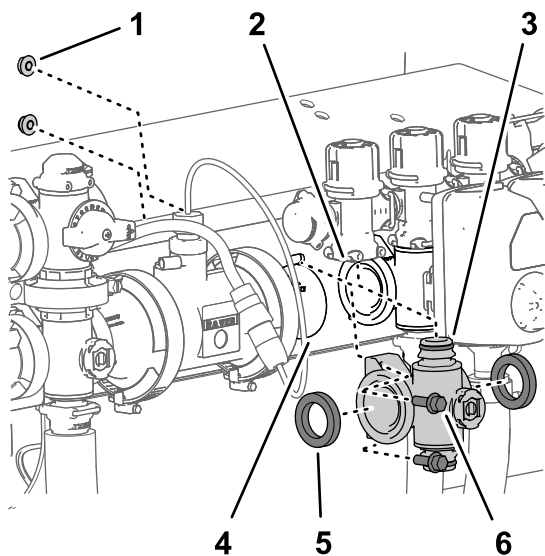

図 110
4. 左右のboom マニホールドのそれぞれをバルブサポートに固定しているフランジヘッドボルト $\frac{1}{4} \times \frac{3}{4}$ " 2本とフランジロックナット $\frac{1}{4}$ " 2個を取り外す 図 110。
5. boomバルブマニホルドとガasketを下げてboomバイパスバルブをかわし、車体から取り外す 図 110。